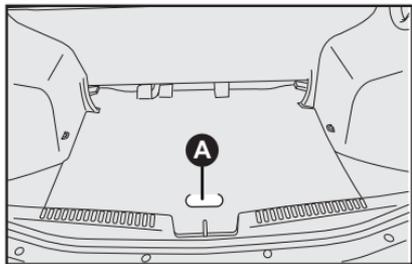

fig. 2
- Levante la alfombra de revestimiento tirando del mismo en el punto indicado **A-fig. 2**.